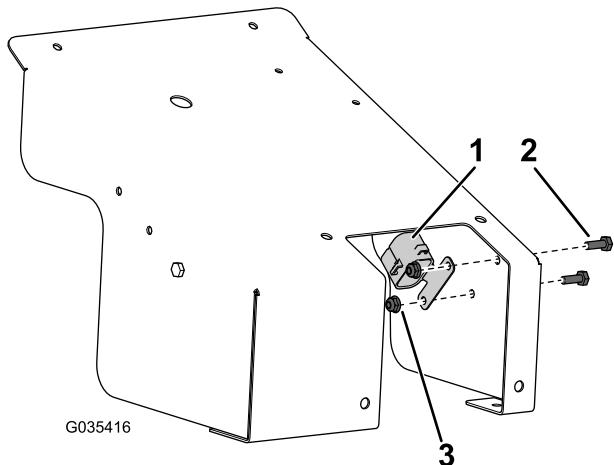

Figura 9
7. Rimuovete il tappo del portafusibili (Figura 9) dal cablaggio preassemblato.
8. Montate il tappo del portafusibili all'interno del coperchio con 2 viti ($\frac{1}{4}'' \times \frac{3}{4}''$) e 2 dadi ($\frac{1}{4}''$) come illustrato nella Figura 9.